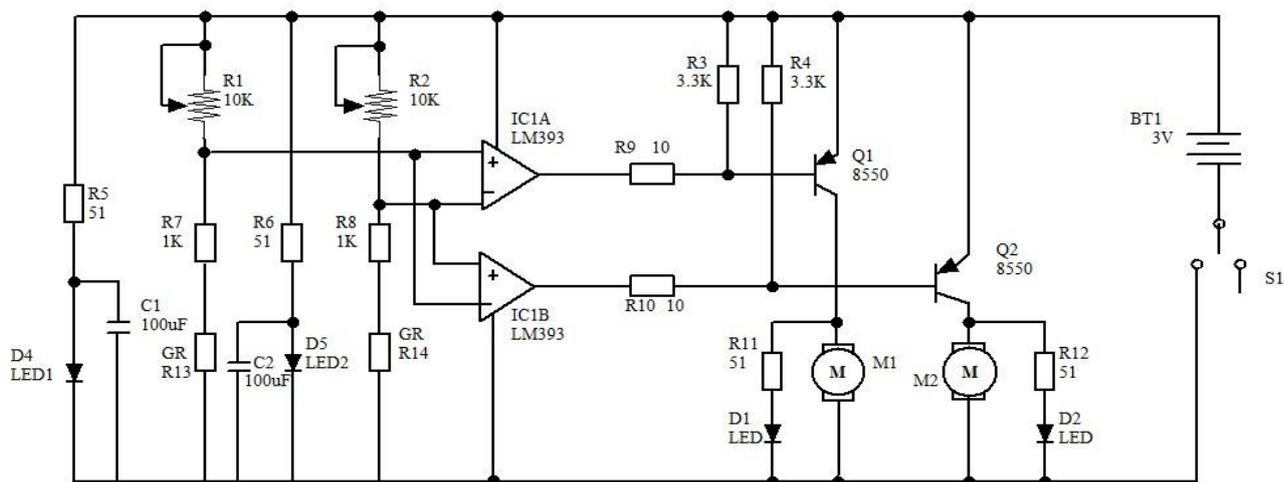

图 16-2 智能循迹小车控制电路
**三、工作原理** 智能循迹小车控制电路如图 16-2 所示, LM393 随时比较着两路光敏电阻的